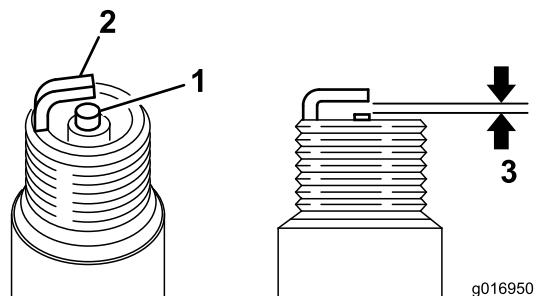

图35
3. 设定正确的空隙为 0.6-0.7 毫米(图35)。安装已设定正确空隙的火花塞，拧紧到 17 英尺/磅 (23 牛米)。